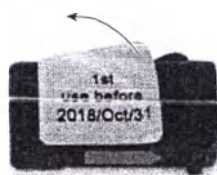

Рис. 7 Удаление наклейки перед использованием
Перед использованием SONNET аккумулятора обязательно удалите с него наклейку (см. Рис. 7).
- Перед использованием SONNET аккумулятора обязательно удалите с него наклейку (см. Рис. 7).